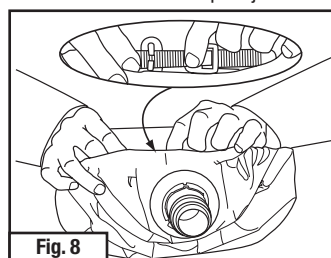
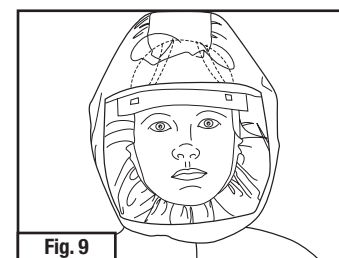

Fig. 8
Fig. 9
- **Pièce faciale avec coiffe en plastique seulement** (tous les modèles S-103 et S-403) : Si la cagoule ou la protecteur de tête est dotée d'une coiffe en plastique, elle peut être ajustée au besoin pour obtenir un ajustement confortable (Fig. 8). Le bandeau de la coiffe en plastique doit être porté autour du cou et la courroie du dessus de tête doit être placée sur le dessus de la tête, et non pas derrière la tête (Fig. 9). **REMARQUE :** La coiffe en tissu des modèles S-103 et S-104 n'est pas ajustable.